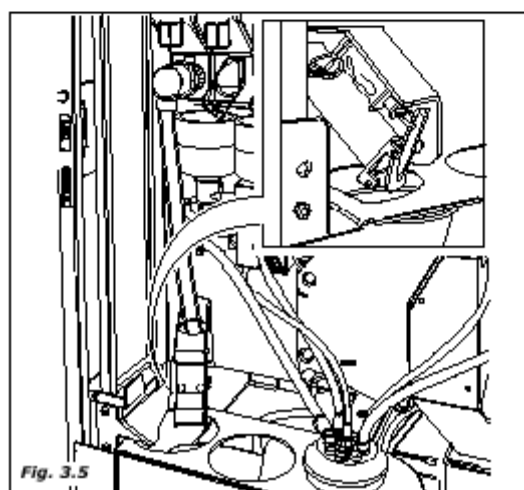

Fig. 3.5
2. Включается электромагнит, который подает сахар на кромку желоба, из которой он попадает в чашку (рис. 3.5).